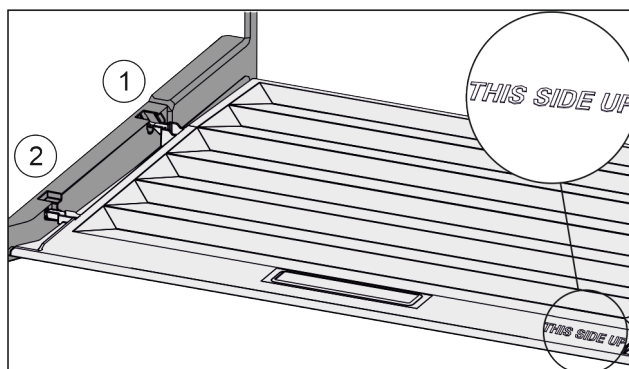

Fig. 35
- ▶ Výstupky víka zavedte do zadních držáků Fig. 35 (1) a vpředu zaklesněte do držáku Fig. 35 (2).